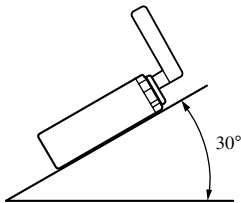

Abb. 9
- Wenn der Einbauwinkel mehr als  $30^\circ$  von der Horizontalen abweicht, kann es sein, daß das Gerät nicht optimal arbeitet. (Abb. 9)